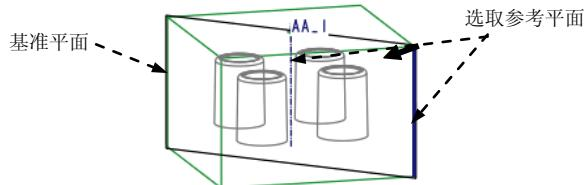

图 25.11 创建基准平面 ADTM1
Step1. 创建图 25.11 所示的基准平面 ADTM1。操作过程如下。
- (1) 单击 **模具** 功能选项卡 **基准** ▾ 区域中的“平面”按钮 .
- (2) 按住 Ctrl 键，选取图 25.11 所示的基准轴和坯料边线。
- (3) 在“基准平面”对话框中单击 **确定** 按钮。
- Step4. 在“选择性粘贴”对话框中选中 对副本应用移动/旋转变换 (A) 复选框，然后单击 **确定 (O)** 按钮，此时系统弹出“移动 (复制)”操控板。
- Step5. 在“移动 (复制)”操控板中选择 选项，选取图 25.11 所示的轴线，在角度文本框中输入数值 90，单击操控板中 按钮。